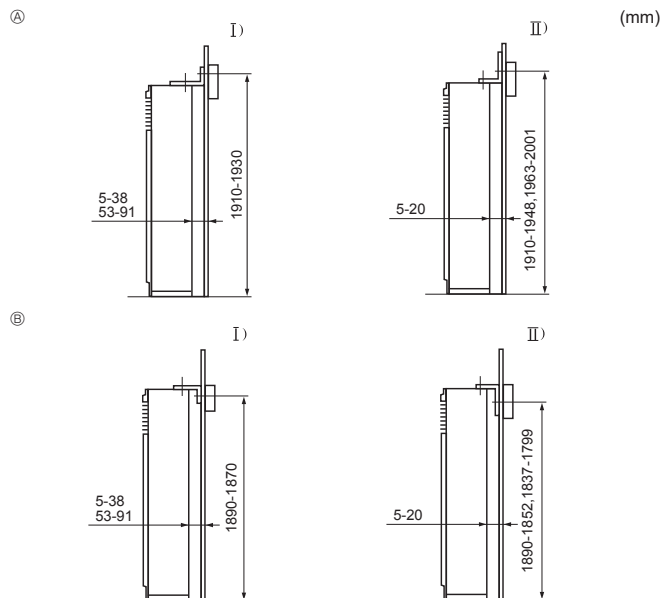

Fig. 3-3
- ① Klammer, die das Umkippen verhindert
Die Klammer, die das Umkippen verhindert ①, ist auf der Oberseite der Anlage angebracht. Die Blehschrauben ② entfernen und die Klammer wie in der Abbildung dargestellt wieder anbringen. Angaben über richtige Einbauabstände siehe Fig. 3-3.
3.3. Montage der Klammer, die das Umkippen verhindert (Fig. 3-3)